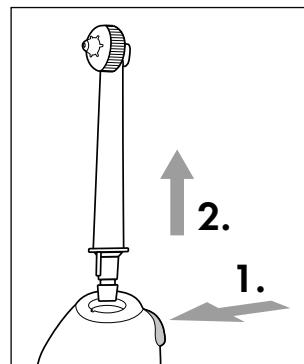

Fig. 3
- ◆ Pentru detașarea duzei **②** apăsați pe butonul de deblocare **⑩** de pe unitatea manuală **④** și scoateți duza atașabilă **②** de pe unitatea manuală **④** (a se vedea fig. 3).